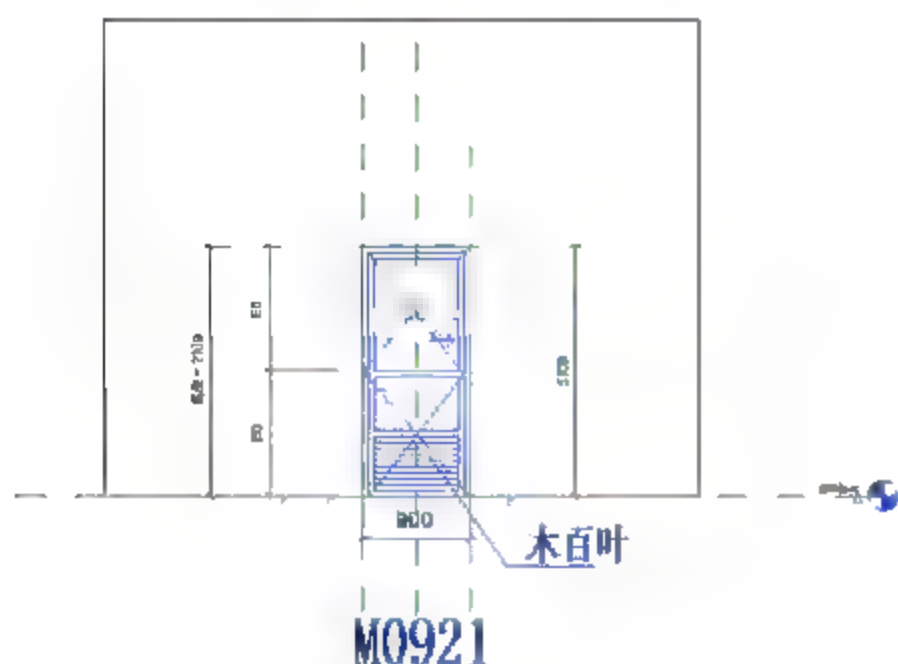

图 6.1.9 调整后的 M0921.dwg
(8) 调整 CAD 图形。单击导入的“M0921”CAD 图形。按快捷键 M+V，将导入的 CAD 图形移动至如图 6.1.9 所示位置。